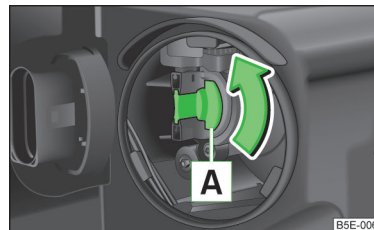

Fig. 214
- Faire tourner la douille de l'ampoule [A] » fig. 214 en sens **antihoraire** jusqu'en butée et la faire sortir.